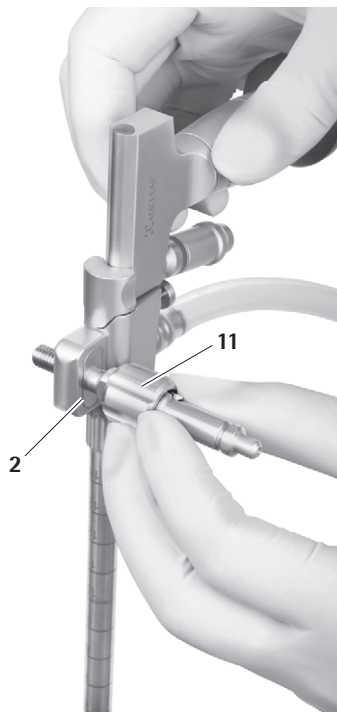

Fig. 18
- ▶ Inserir o adaptador de braço de suporte 11 opcionalmente na lateral (à direita/esquerda) no orifício, até a flange engatar na ranhura prevista 2 que serve para a fixação do braço de suportet, ver Fig. 18.